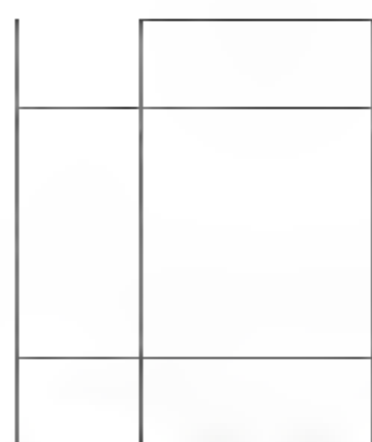

图8-94 延伸线段
- 04 调用EX【延伸】命令，选择长边为延伸边界，延伸短边，使其与长边相接，结果如图8-94所示。